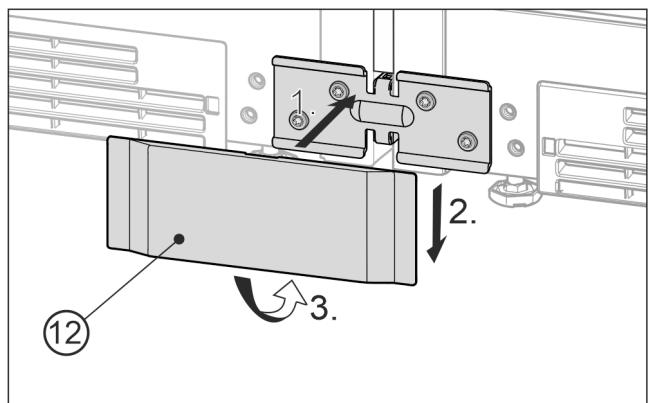

Fig. 25 Beispielhafte Darstellung
- ▶ Die untere Abdeckung Fig. 25 (12) von vorne auf den Winkel aufsetzen Fig. 25 (1), runterschieben Fig. 25 (2) und unten einrasten Fig. 25 (3).